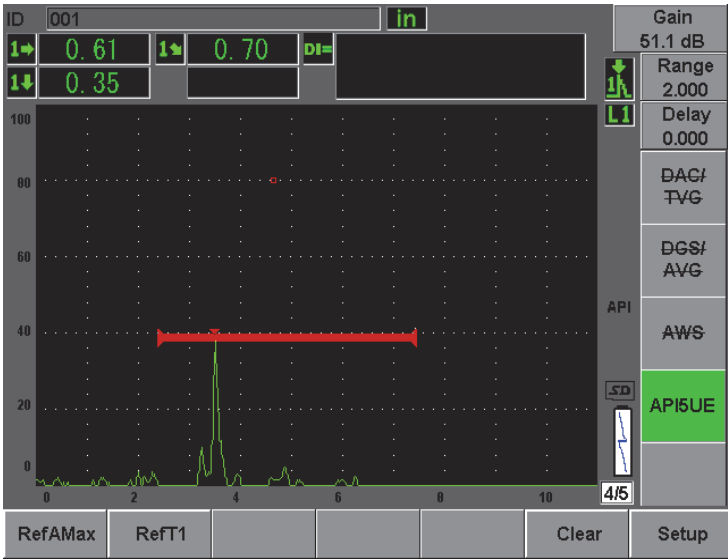

图 12-26 存储 T_1 点
7. 按 [P2] RefT1，收集上升沿峰值下降 6 dB 的位置的数据，并将这个值指定为 T_1 （参见第 260 页的图 12-26）。